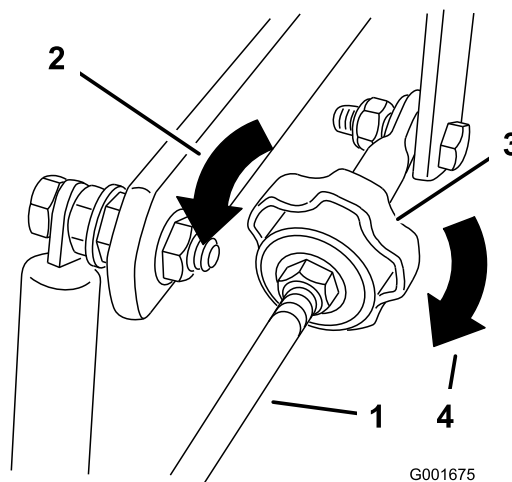

Bild 43
4. Wenn die Maschine nach rechts gehen soll, drehen Sie das Handrad zur rechten Seite der Maschine. Siehe Bild 43.
5. Wenn die Maschine nach links gehen soll, drehen Sie das Handrad zur linken Seite der Maschine. Siehe Bild 43.